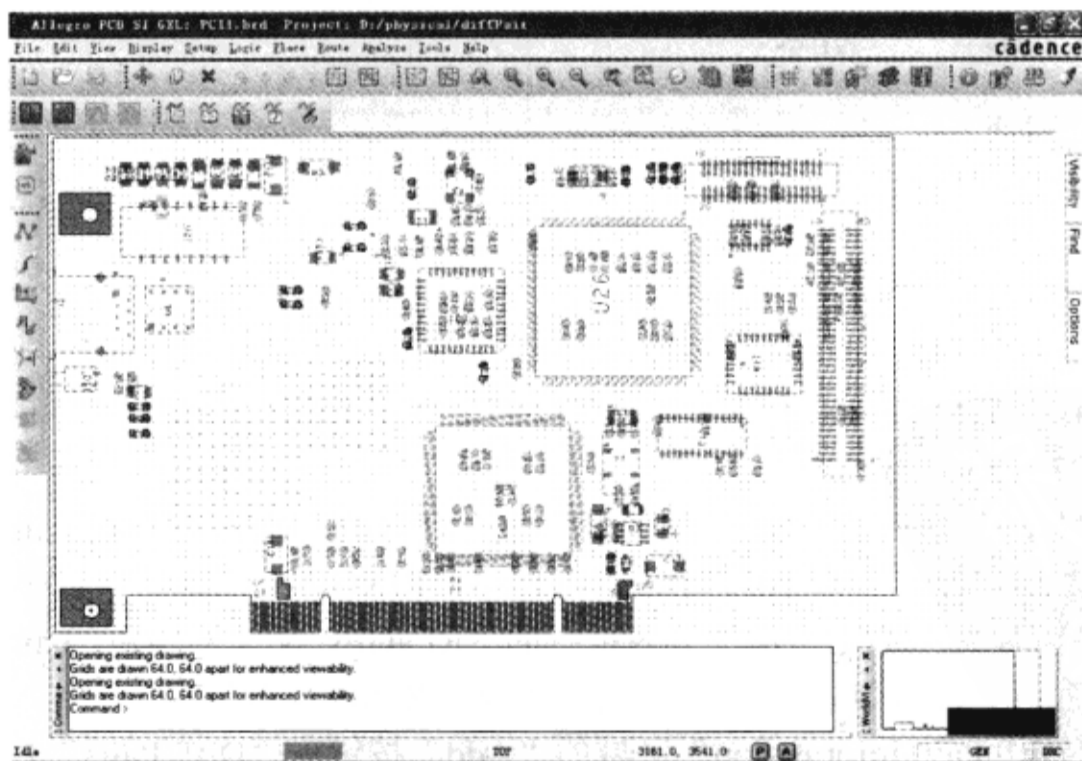

图 6-2-1 PCB 文件
(1) 启动 Allegro PCB SI GXL，打开 D:\physical\diffPair\PCI1.brd 文件，如图 6-2-1 所示。